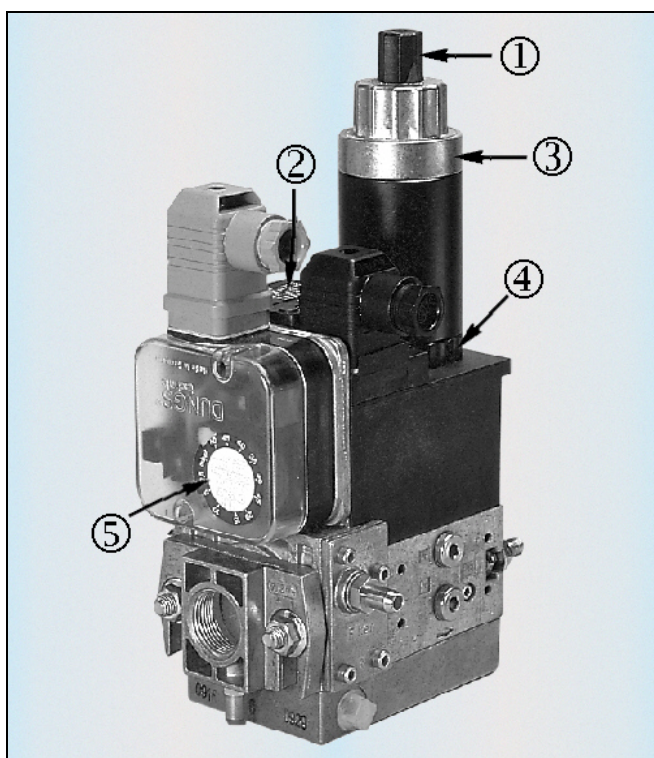

Abb. 9: Gasarmatur, zweistufig
Die Einstellung und Inbetriebnahme darf nur durch einen Fachmann vorgenommen werden. Es sind folgende Hinweise bei der Einstellung des Gasdurchsatzes an der Gasarmatur (s. Abb. 9) zu beachten:
- 2. Magnetventil Kl. A, langsam öffnend, schnell schließend, mit Einstellmöglichkeit für Startgasmenge, Stufe 1 und Stufe 2 (Gasarmatur, zweistufig, s. Abb. 9)